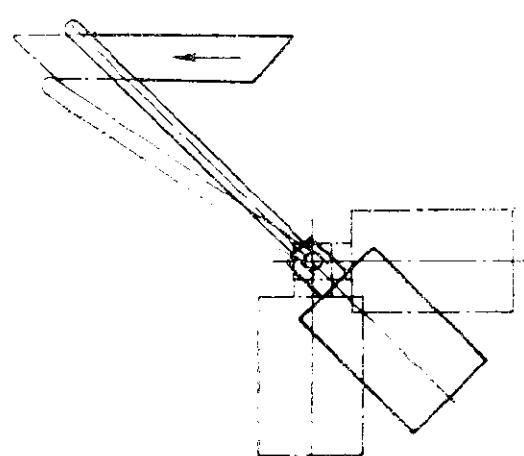
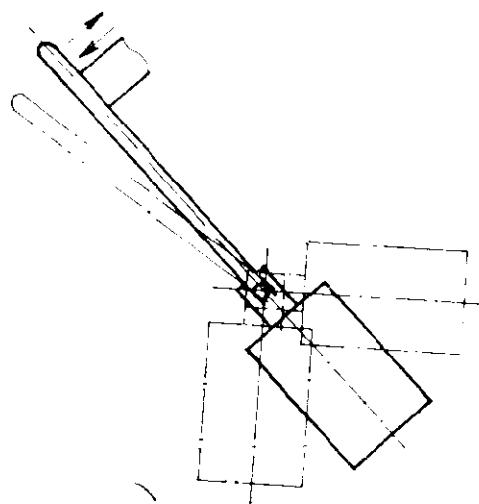
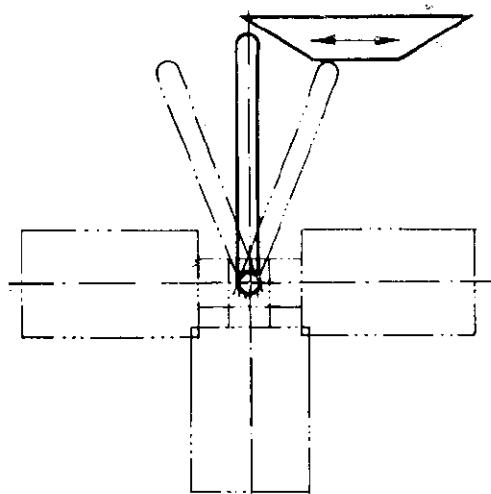

Рис. 4
Рис. 5
Рис. 6
Выключатели с приводным элементом пружинный рычаг предпочтительно должны работать от проходных нереверсивных (рис. 4) и проходных реверсивных (рис. 5) управляющих упоров различной формы. Могут также работать от толкающих упоров, от непосредственного взаимодействия с деталями, установленными на транспортере. Ширина управляющих упоров должна быть не менее 50 мм.
6. Выключатели с приводом рычаг, регулируемый по длине, предпочтительно должны работать от проходных нереверсивных (рис. 4), толкающих (рис. 5) и проходных реверсивных управляемых упоров различной формы (рис. 6).